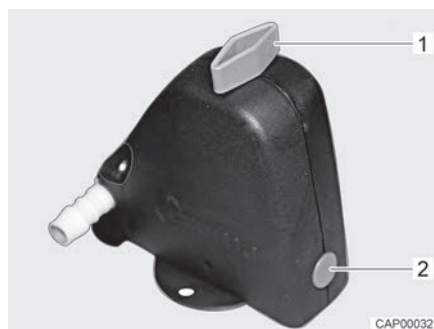
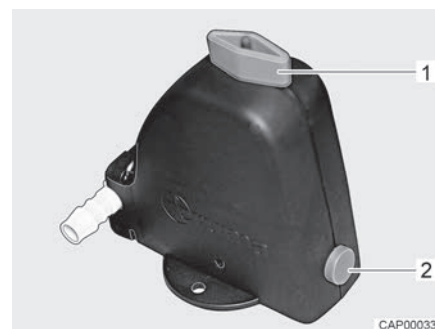

Fig. 143 Valve de sécurité et de vidange fermée
Fig. 144 Valve de sécurité et de vidange ouverte
- Ouvrir la valve de sécurité et de vidange (Fig. 143). Tourner le bouton rotatif (Fig. 143,1) dans le sens longitudinal par rapport à la valve de sécurité et de vidange. Le bouton-poussoir (Fig. 143,2) ressort. La valve de sécurité et de vidange ouverte est représentée à la Fig. 144.